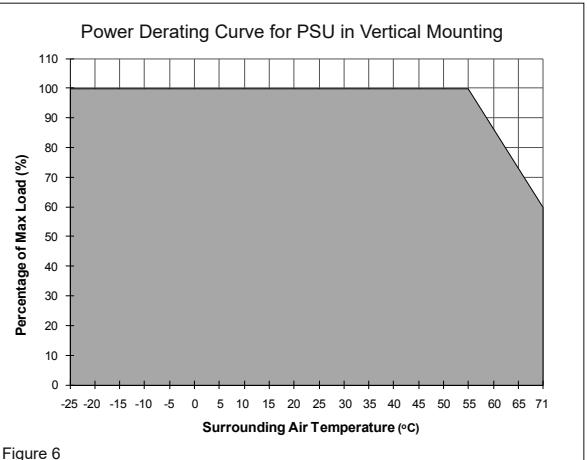

Figure 6
Derating (Leistungsherabsetzung)	Leistungsherabsetzung gemäß Abb. 6 > 55°C (2,5% / °C)
Betriebstemperaturbereich (Umgebungstemperatur)	-25°C bis +71°C (Leistungsherabsetzung gemäß Abb. 6)
4.4. Thermal behavior (Fig. 6)